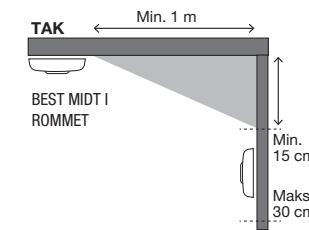

FIGUR 1. Enetasjes bolig
**Enetasjes bolig:** For å få et minimumsnivå av beskyttelse plasseres alermen i inngangspartiet mellom oppholdsrommene (inkludert kjøkkenet) og soverommene. Plasser den så nær oppholdsrommene som mulig, og sørг for at alermen kan høres når du oppholder deg i soverommene. Se eksempel i figur 1.